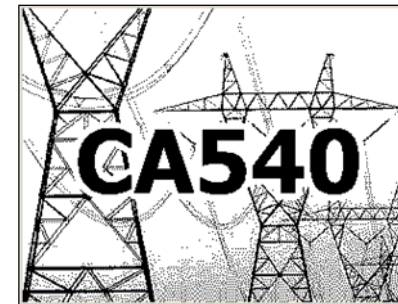
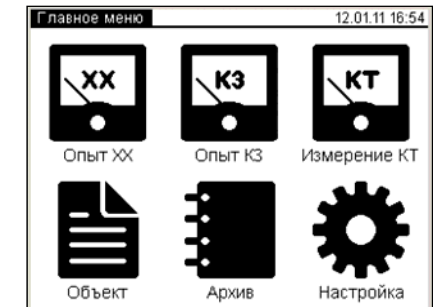

Рисунок 6.2
Рисунок 6.3
- 2) Встановити вимикачі "СЕТЬ", розташовані на передній панелі Блока вимірювального і на БСУ, в положення "I". На екрані БУ з'явиться зображення (рисунок 6.2).
- 3) Перейти у вікно "Главное меню", для чого натиснути в будь-якому місці екрану БУ (рисунок 6.2). На екрані з'явиться вікно "Главное меню" (рисунок 6.3).
1) Встановити вимикачі "СЕТЬ", розташовані на передній панелі Блока вимірювального і на БСУ, в положення "I". На екрані БУ з'явиться зображення (рисунок 6.2).
2) Перейти у вікно "Главное меню", для чого натиснути в будь-якому місці екрану БУ (рисунок 6.2). На екрані з'явиться вікно "Главное меню" (рисунок 6.3).